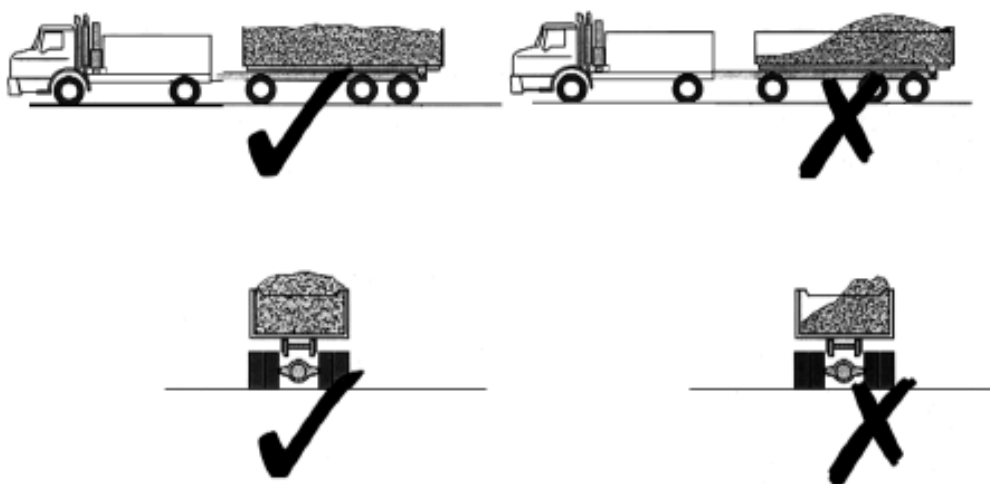

Рис.31. Примеры загрузки платформы.
- Примеры правильной (✓) и неправильной (✗) эксплуатации транспортного средства показаны на рис.31!